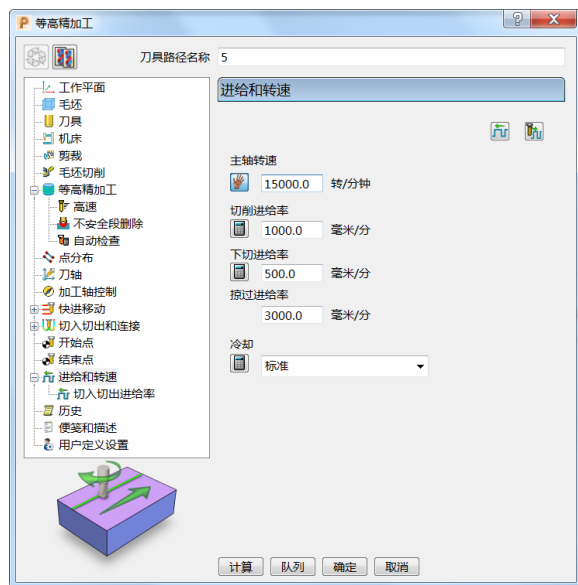
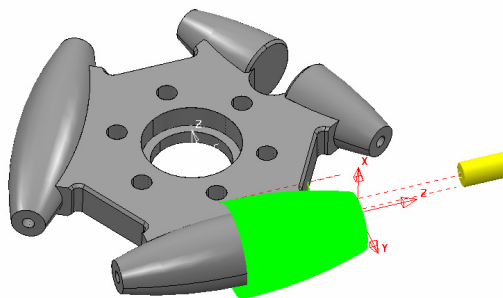

图 4-48
图 4-49
10) 进给和转速：主轴转速 15000.0r/min、切削进给率 1000.0mm/min、下切进给率 500.0mm/min、掠过进给率 3000.0mm/min。(图 4-48)
11) 单击图 4-48 中的“计算”按钮，刀具路径如图 4-49 所示。